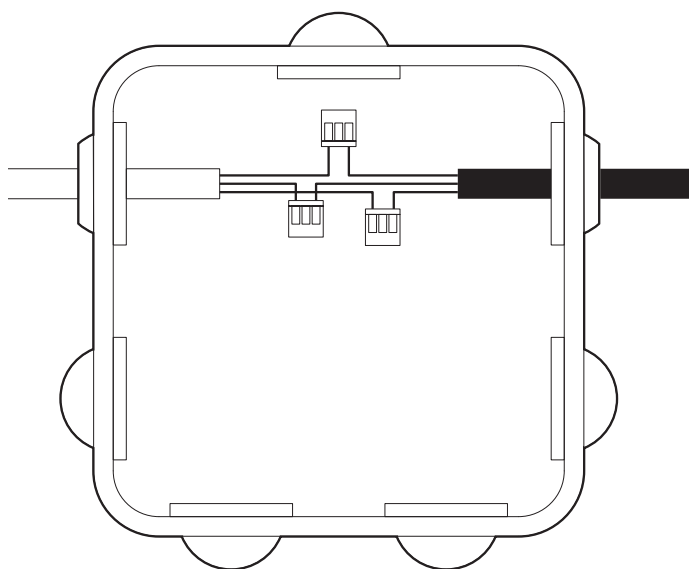

Fig. 1
- Directement (fig 1) : retirez la fiche fournie avec le cordon d'alimentation.